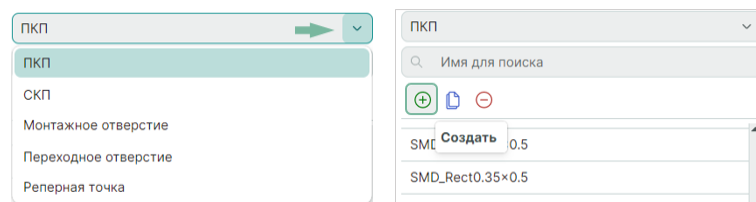

Рис. 38 Выбор типа и создание новой контактной
2. Нажмите на символ  «Создать», расположенный на панели инструментов окна редактора контактных площадок, см. Рис. 38.